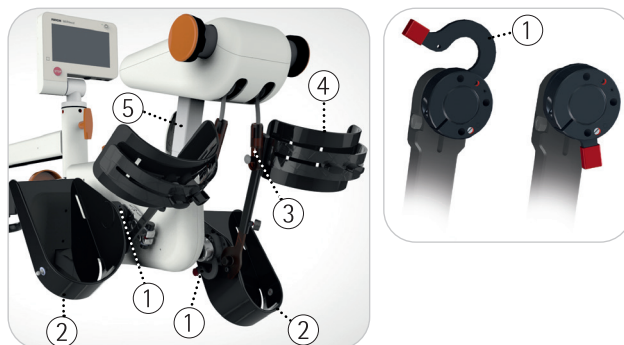

Fig. 4.33
veja Fig. 4.33 Se o *guia da perna »TrainCare«* estiver instalado, remova o perfil retangular ⑤ do alojamento e deposite o »TrainCare« num lugar seguro.